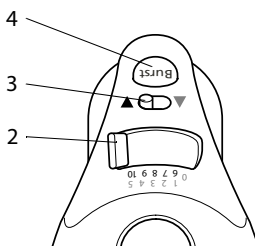

Figura 6
El Interruptor Selector de Velocidad/ Encendido de la Batidora (figura 6, ítem 2) se usa para:
- Para seleccionar las velocidades del 1 al 5 del Interruptor Selector de Velocidad (figura 6, ítem 2), el Selector de Velocidades Altas y Bajas (figura 6, ítem 3) debe estar en la posición de velocidades bajas ▲. Para seleccionar las velocidades del 6 al 10 el Selector de Velocidades Altas y Bajas (figura 6, ítem 3) debe estar en la posición de velocidades altas ▼.
Para cada velocidad seleccionada, el Botón de Potencia Adicional - Burst of Power® Feature (figura 6, ítem 4) puede ser presionado de forma continua mientras la batidora este funcionando para alcanzar la máxima potencia en cada velocidad.